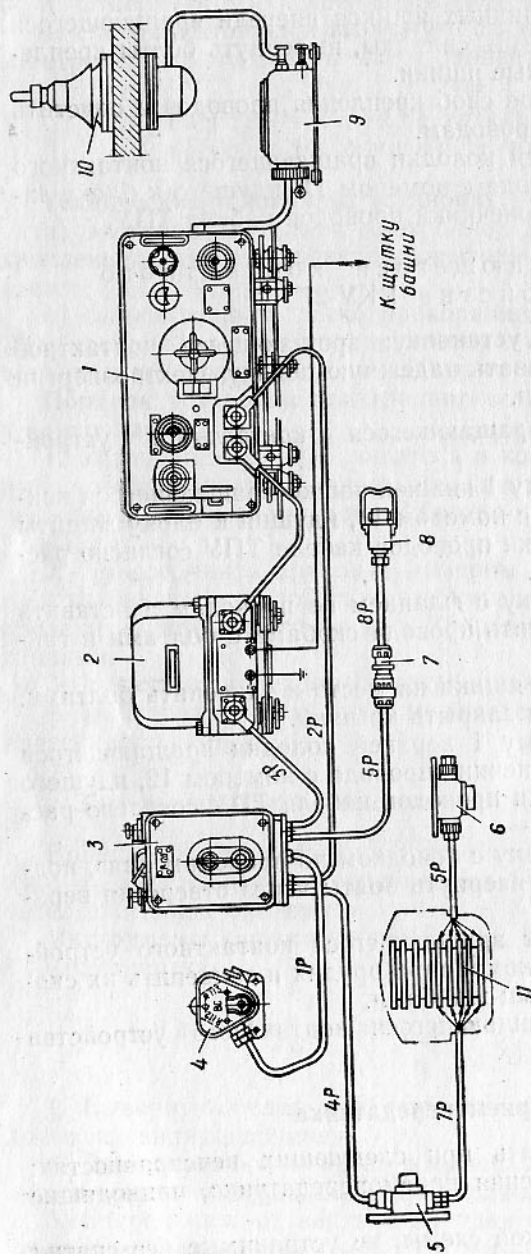

Рис. 64. Схема установки приборов связи танка Т-34.
1. Присоединить к зажиму 1 нижней чашки вращающегося контактного устройства провод с номером 11, идущий к блоку защиты аккумуляторов, и наконечники проводов кабеля ТПУ согласно расцветке концов жил (рис. 64).
1. Снять чехол, вывернуть винты и отъединить от приемопередатчика 1 (рис. 64 или 65) кабели, соединяющие его с блоком 9 настройки антенны, блоком 2 питания и аппаратом 3 № 1.
Снятие аппарата № 1 ТПУ. 1. Вывернуть винты и отъединить кабель с номером 2Р от приемопередатчика 1 (рис. 64 или 65) и кабель с номером 3Р от блока 2 питания. Вывернуть болты скоб крепления кабелей к бонкам и отъединить скобы.